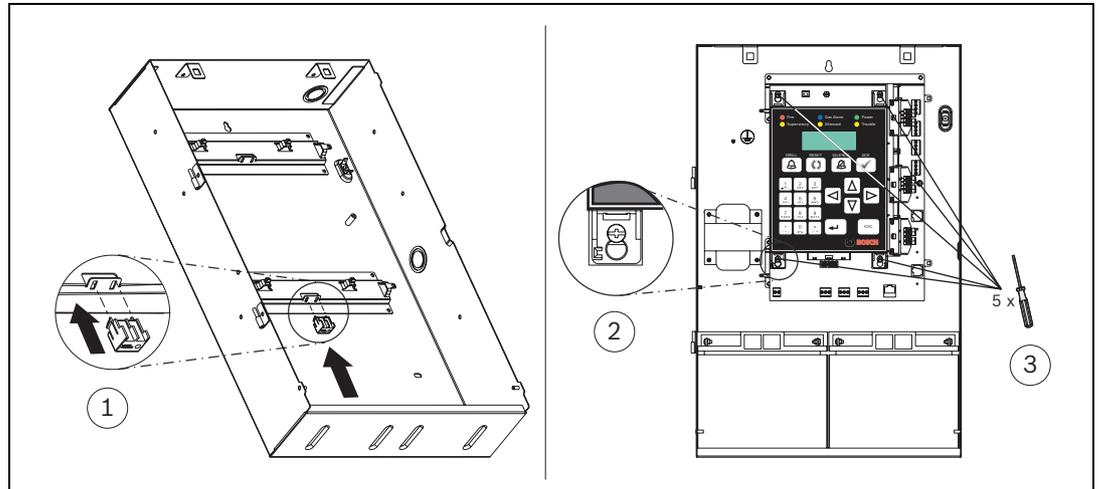

Figura 4.6 Montaje de la Placa Principal
1. Saque el soporte de la placa principal de la bolsa de accesorios y colóquelo en la guía inferior, como se indica en la *Figura 4.6*, elemento 1.
2. Desembale la placa principal, incluido el teclado. Deslice los cuatro orificios de la placa principal sobre los puntos de soporte (consulte la *Figura 4.6*, elemento 2).
3. Fije la placa principal apretando los cinco tornillos (consulte la *Figura 4.6*, elemento 3).